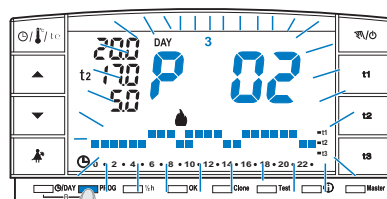
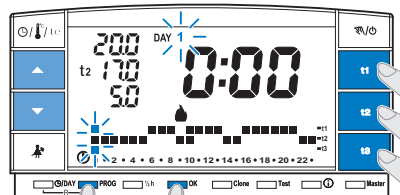

fig. 14
fig. 15
- Pour modifier les **réglages précédemment enregistrés** du programme **P01**, **P02** ou **P03**, appuyer sur la touche **PROG** pour afficher les programmes, appuyer sur les touches ▲▼ (ou **PROG** à impulsions) jusqu'à ce que le numéro du programme que vous souhaitez modifier (**P 01** ou **P 02** ou **P 03**) fig.14, s'affiche sur l'écran, appuyer sur **OK** (ou sur **PROG**) **pour 4 secondes** pour accéder à la modification (exemple sur la fig. 15); si le jour à modifier devait ne pas être le Lundi, appuyer une ou plusieurs fois sur **OK** jusqu'à sélectionner le jour désiré.
- Procéder à la modification du profil journalier en utilisant les touches **t1**, **t2** ou **t3** (exemple sur la fig. 15).